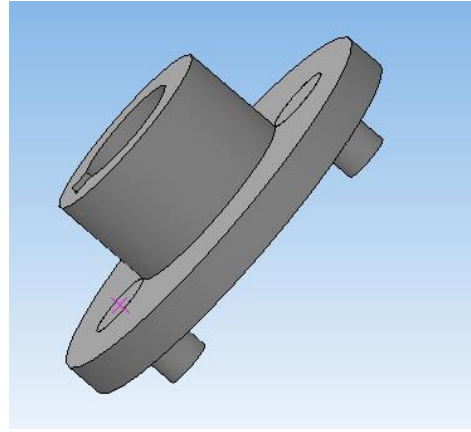

Рисунок 122.
6. В результате получим модель сборочной единицы «Поводок» (рисунок 122). Сохраните файл «Сборка поводка».